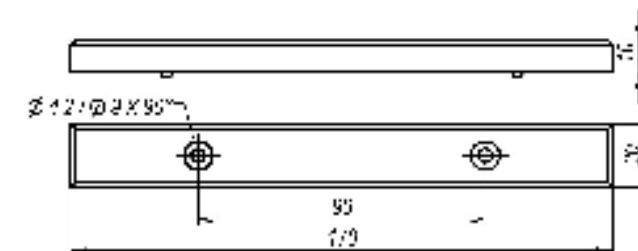

Рисунок 3 – Якорь
5.3 Якорь крепится на двери напротив корпуса двумя саморезами 4мм (рисунок 3). На якоре со стороны двери расположены резиновые амортизаторы, обеспечивающие подвижность и упругое прижатие якоря. Крепежные саморезы не следует затягивать до конца, обеспечив люфт якоря в пределах 0,2...0,4 мм во всех плоскостях.